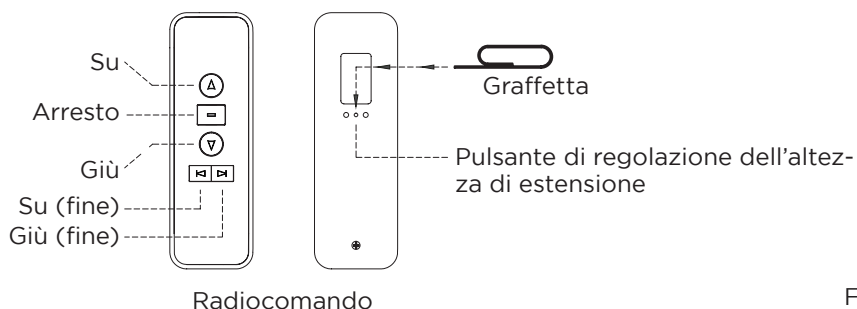

Fig. 5
- Con una graffetta aperta, premere il pulsante di regolazione della posizione sul retro del radiocomando (Fig. 5) fino a quando non si vede una luce nel foro. In tal modo lo schermo è in modalità programmazione.